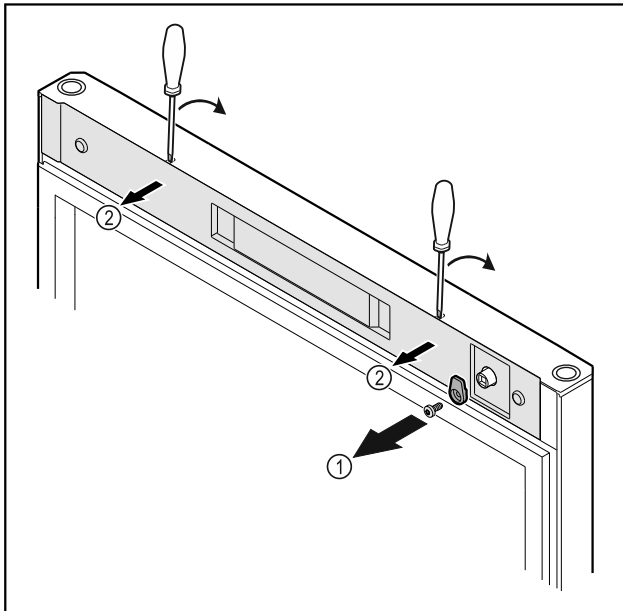

Fig. 18
- Irrota sulkuhaka Fig. 18 (1).
- Paina suojus Fig. 18 (1) pienellä ruuvimeisselillä paikaltaan ja ota se pois.